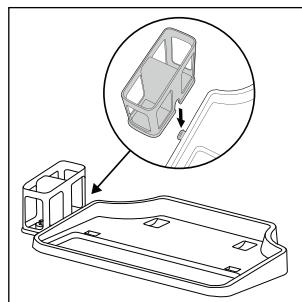

Rys. 3
- ♦ Nawiń kabel zasilający ⑯ całkowicie wokół uchwytu kabla górnego i dolnego ⑯/⑳ (patrz rys. 3).